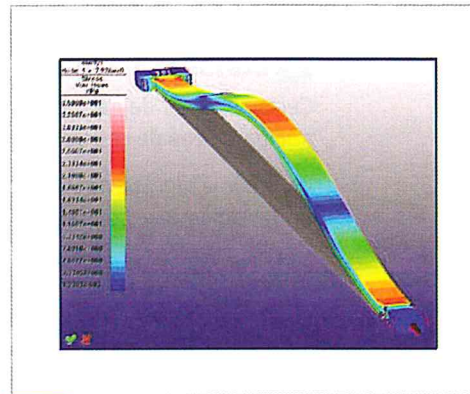

Fig. 2 Modèle en éléments finis d'une poutre soumise à des efforts de compression
- ▶ permettre de faire des calculs (de vitesse, d'effort...). Lorsqu'on modélise par un schéma, on émet des hypothèses sur la façon dont les pièces ou les groupes de pièces peuvent se déplacer entre eux ou sur la nature des efforts qu'ils peuvent transmettre : la figure 2 représente le modèle en éléments finis d'une poutre soumise à des efforts de compression provoquant son flambage.